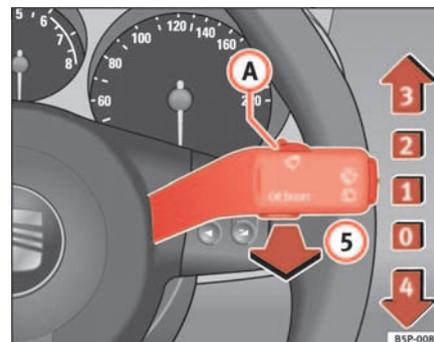

Fig. 85 Levier d'essuie-glace et de lave-glace
Le levier d'essuie-glace ⇒ fig. 85 est doté des positions suivantes :
- Si le véhicule s'arrête lorsque le cran **2** ⇒ page 125, fig. 85 ou **3** a été sélectionné, le cran immédiatement inférieur est sélectionné. Si le véhicule repart, le cran sélectionné précédemment est à nouveau sélectionné